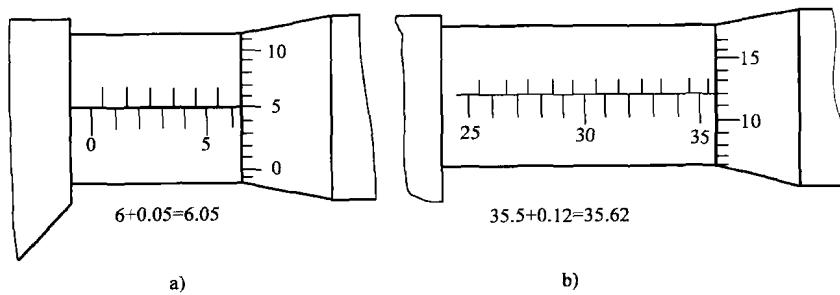

图 1-6 千分尺读数实例
① 读出微分筒边缘在固定套管上所显示的最大尺寸，这一尺寸即被测尺寸的毫米数和半毫米数。
② 读出活动套管上与固定套管上基准线对齐的圆周刻度数，即半毫米以下的数值。
③ 把两个读数相加即得到千分尺的实测尺寸，读法示例如图 1-6 所示。如图 1-6a 所示，在固定套管上读出的尺寸为 6mm，在微分筒上读出的尺寸为 5（格） $\times 0.01 \text{ mm} = 0.05 \text{ mm}$ ，将两数相加，即得被测零件的尺寸为 6.05mm；如图 1-6b 所示，在固定套管上读出的尺寸为 35.5mm，在微分筒上读出的尺寸为 12（格） $\times 0.01 \text{ mm} = 0.12 \text{ mm}$ ，将两数相加，即得被测零件的尺寸为 35.62mm。